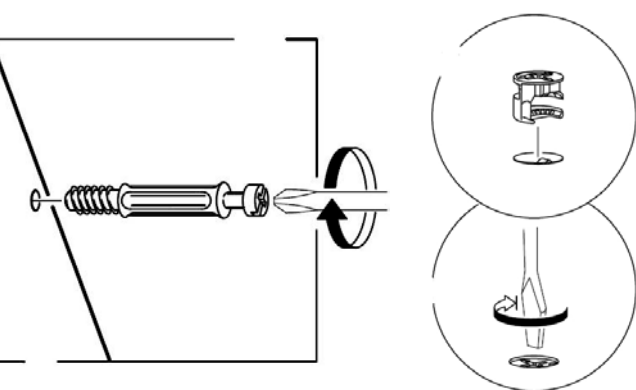
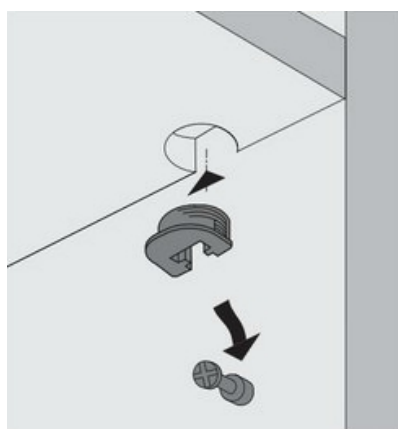

Рис. 1
Рис. 2
1. В верхний щит (23), нижний щит (24), планки цокольные (10), (11) в имеющиеся отверстия установить эксцентрики, таким образом, чтобы стрелка была повернута в сторону отверстия в торце.
В установленные муфты эксцентриковых стяжек на боковых стенках (20), (21), нижнем щите (24) ввернуть дюбели DU 644, в соседние отверстия установить шканты (рис.1).
2. Установить монтажные планки петель на боковые стенки (20) и (21) с помощью комплектных винтов.
3. Установить штки полкодержателей в отверстия на боковых стенках (20), (21) и перегородке (22). На полки (29) установить врезные полкодержатели (рис.2).
5. Установить опоры на боковые стенки (20), (21) и на планку цокольную (11) с помощью шурупов 3,5x13мм.
6. Присоединить к перегородке (22) горизонтальный щит (23) и нижний щит (24) с помощью конфирмат-винтов.
7. К нижнему щиту (24) присоединить цокольные планки (10), (11) так, чтобы дюбели вошли в предназначенные для них отверстия. Затянуть эксцентрики, повернув их на 180 градусов. Закрепить планки между собой конфирмат-винтом.
8. К получившейся конструкции присоединить справа и слева боковые стенки (20) и (21) с помощью эксцентриковых стяжек и конфирмат-винтов. Затянуть эксцентрики, повернув их на 180 градусов.
9. Установить переднюю цокольную планку (9), закрепив ее к боковым стенкам и цокольной планке (11) конфирмат-винтами.
11. Сверху присоединить крышку (25) с помощью винтов М6x25мм.